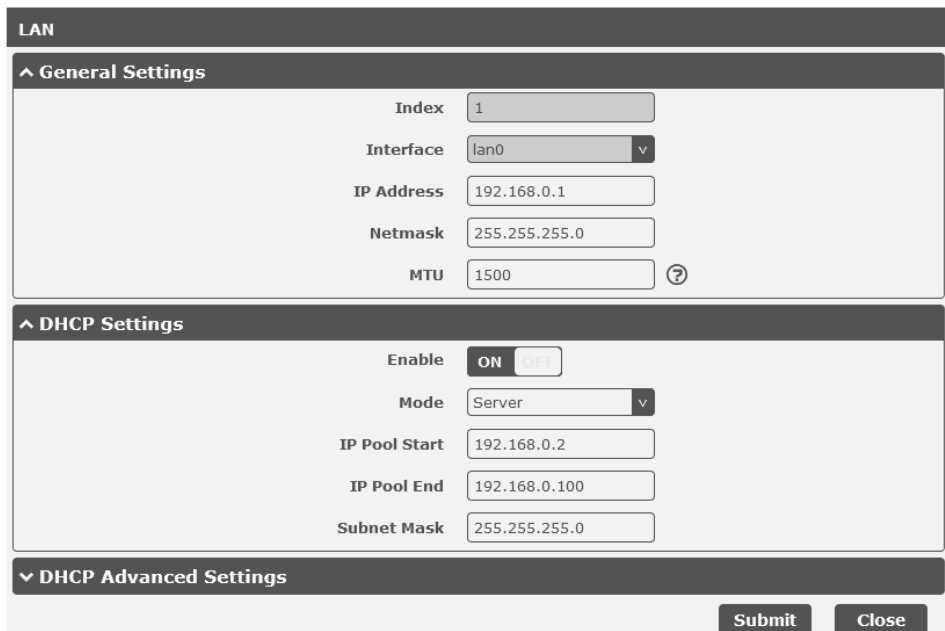

Рисунок 20 – Окно редактирования «LAN»
3.5.13.25 В областях «General Settings» и «DHCP Settings» окна редактирования «LAN» (рисунок 20) задать IP-адрес, маску, диапазон IP-адресов для DHCP.